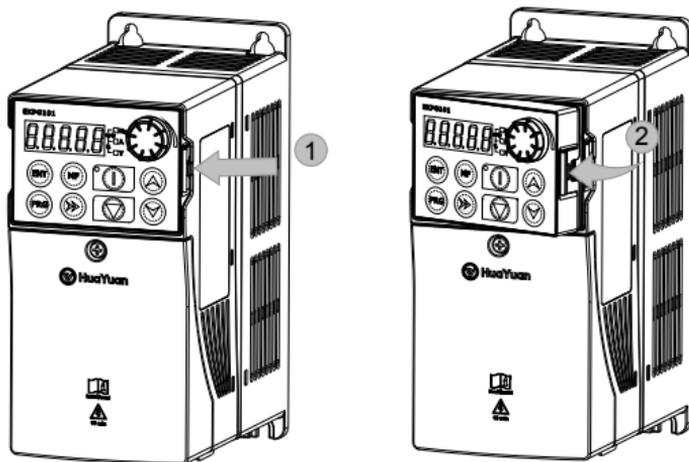

图 2-5 键盘的拆卸
- ◆ 拆卸键盘，如下图 2-5：先由方向 1 按压键盘弹性卡扣，然后方向 2 抬起键盘。